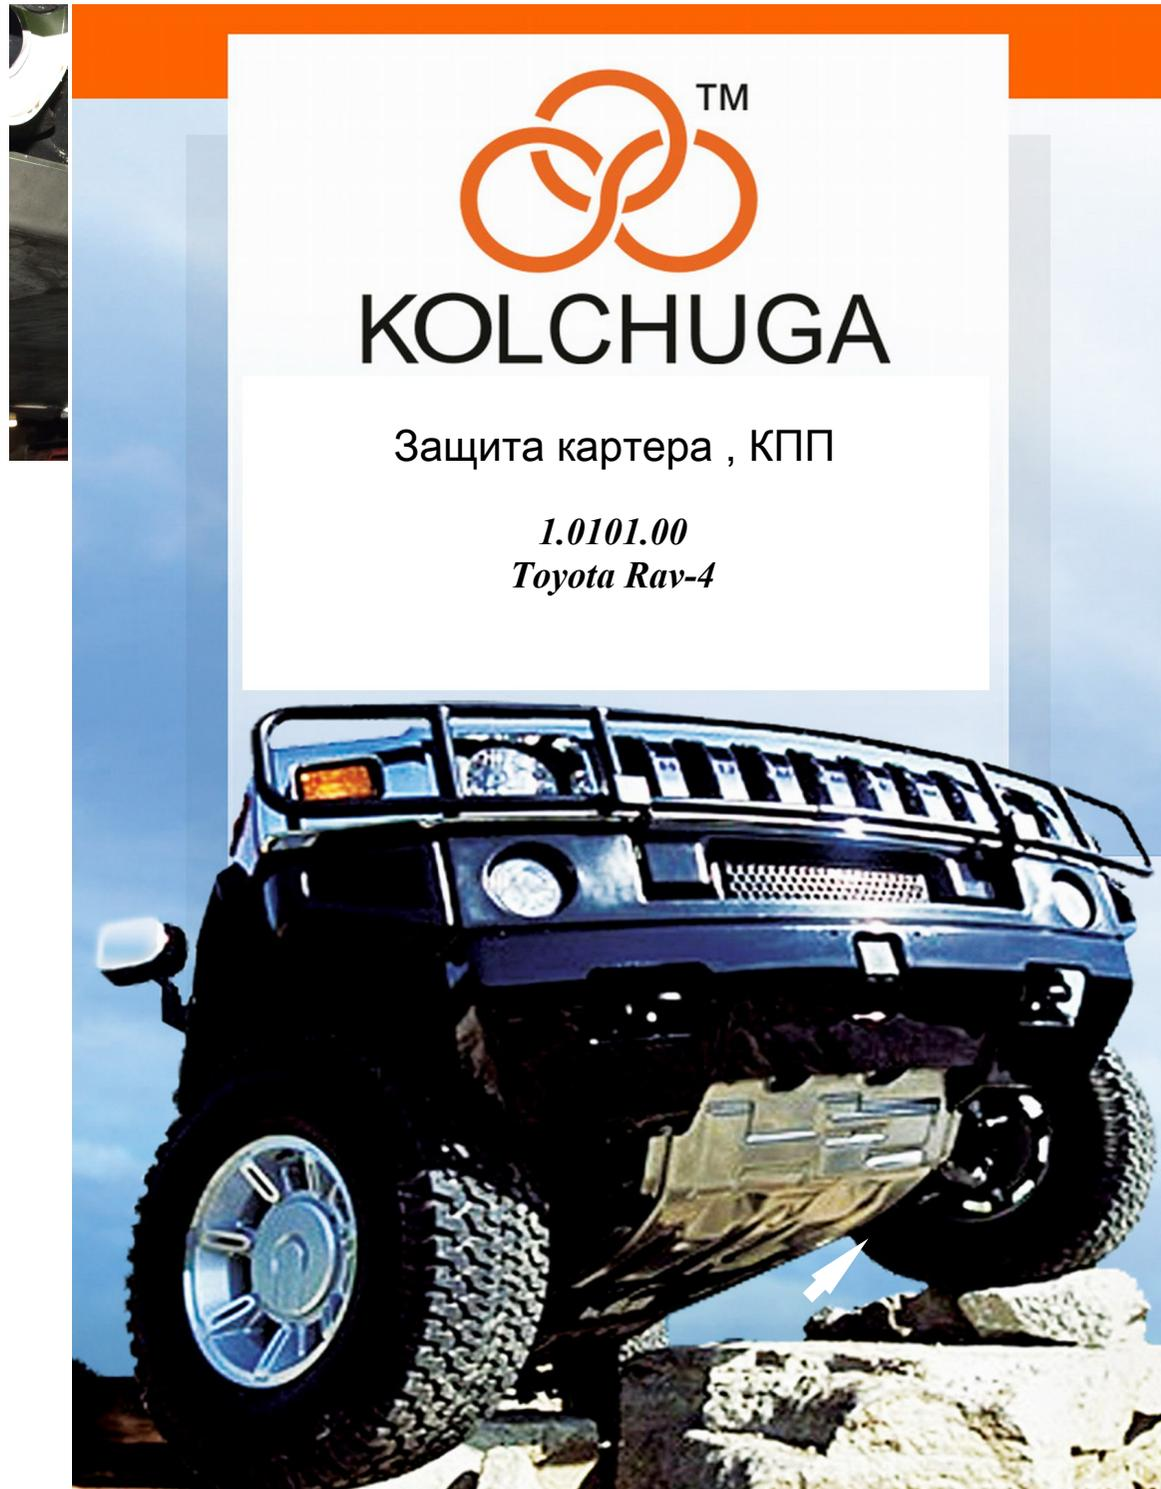

Рис.5
8. Все точки крепления затянуть рис.5.